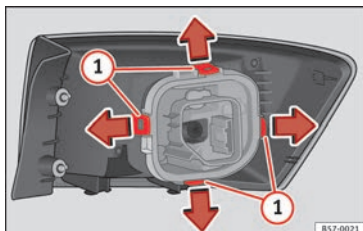

Fig. 112 Linguetto di fissaggio nella parte posteriore del fanale di coda.
7. Smontare il portalamпада sbloccando le linguette di fissaggio » **fig. 112 ①**.
① ATTENZIONE